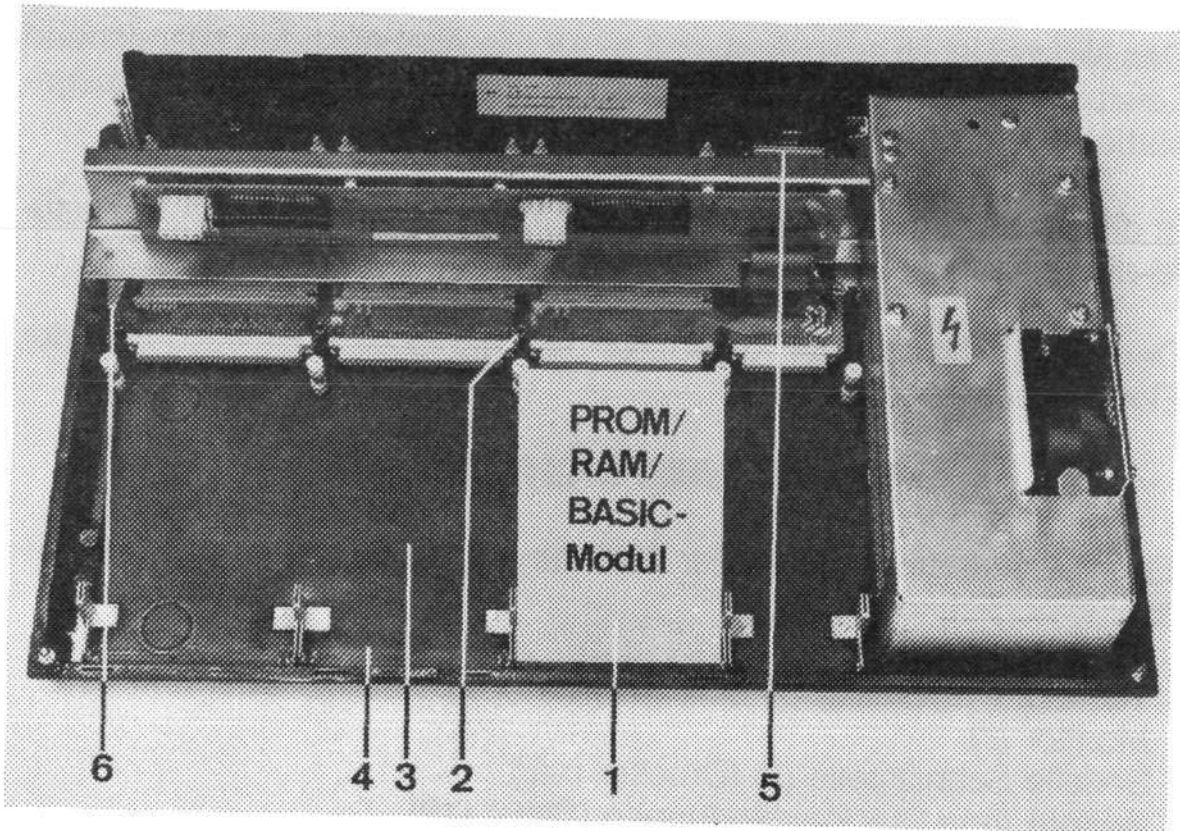

Abbildung 3: Geöffnetes Gehäuse
Zuerst setzen Sie den »SOFTWARE-MODULE-ADAPTER« ein. Dieser Adapter gehört an die Position (1) gemäß Abbildung 3.